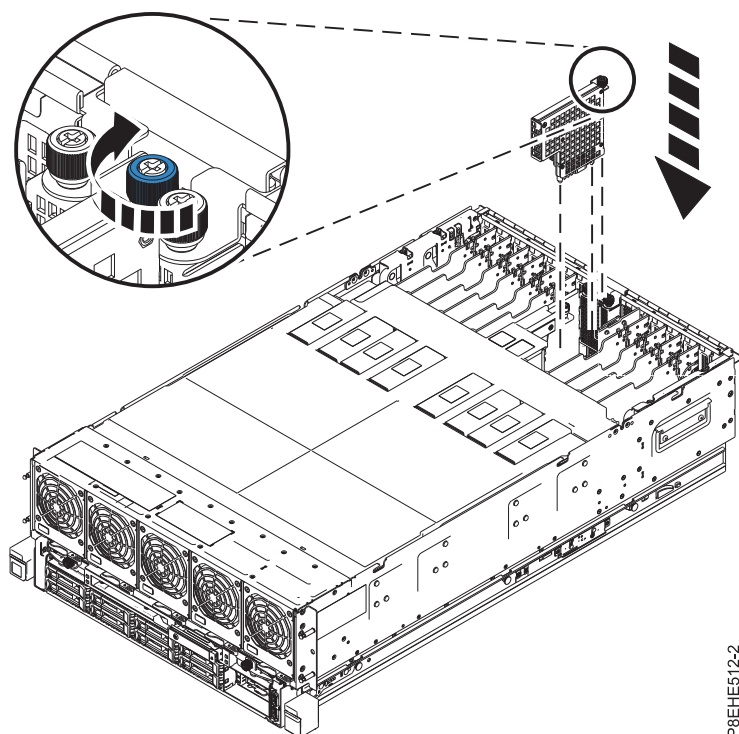

図 8. スロット P1-C13 への入出力電圧調節モジュールの取り付け
- a. 入出力電圧調節モジュールをシステムのガイド・レールと位置合わせします (14 ページの図 8 を参照)。
- c. 拘束つまみねじがシステムのシャーシに固定されるまで、締めます (図 8 を参照)。